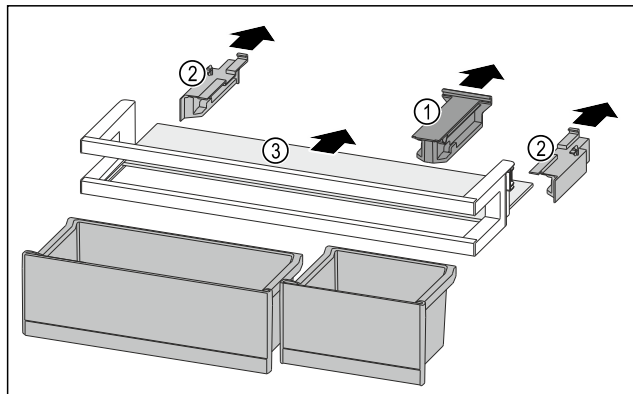

Fig. 258
- Skinite pridržni dio Fig. 258 (1).
- Skinite bočne dijelove Fig. 258 (2).
- Izvadite policu Fig. 258 (3).